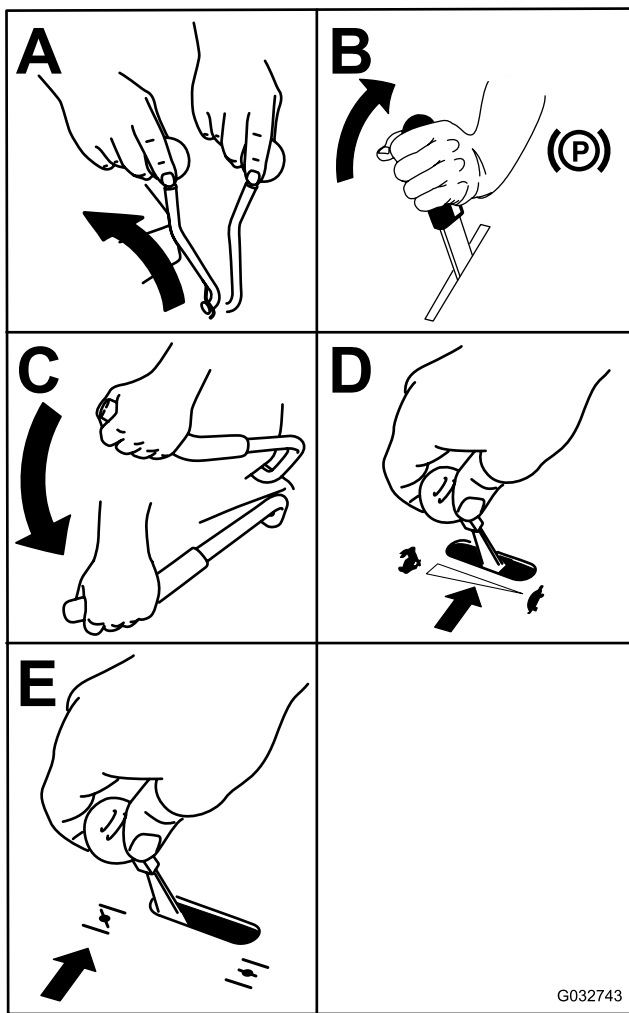

Figura 23
3. Deplasați maneta de cuplare a prizei de putere în poziia OPRIT (Figura 23).
6. Rotii cheia în poziția PORNIRE (Figura 23). După pornirea motorului, eliberai cheia.